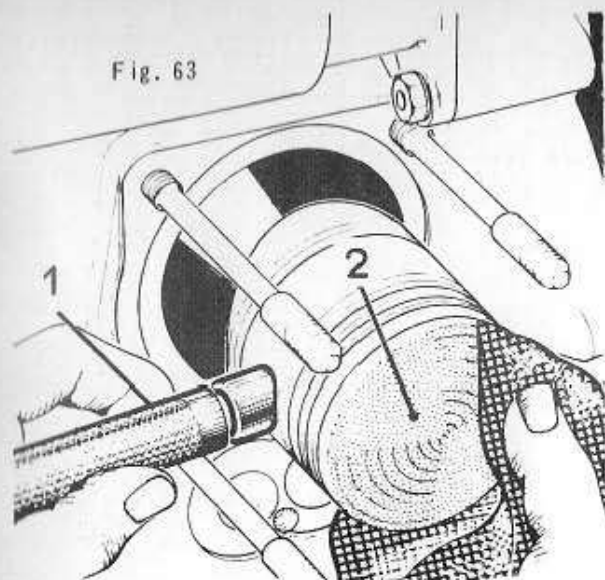

Fig. 63
143 - DEPOSE et POSE d'un PISTON (1er modèle) - (Fig. 63 à 66)
- 4) Déposer les deux joncs d'arrêt (8) de l'axe du piston, en s'aidant d'une pince.
- 6) Monter sur l'axe du piston l'outil Wilmonda DAW, repère 1 (Fig. 63) et visser son embout.